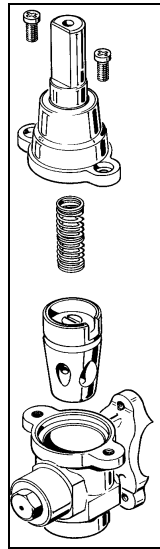

Fig.11
- 1) Démontez le corps du robinet en dévissant les deux vis qui se trouvent sur le corps de ce dernier (FIG. 11)